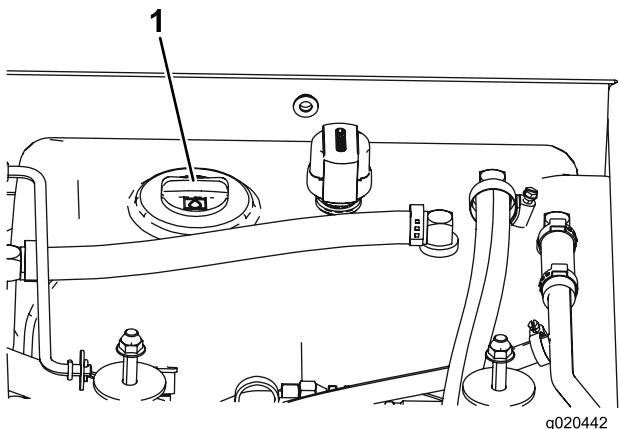

Figura 13
- Pulite attorno al collo del bocchettone e del tappo del serbatoio idraulico (Figura 13). Togliete il tappo dal collo del bocchettone.